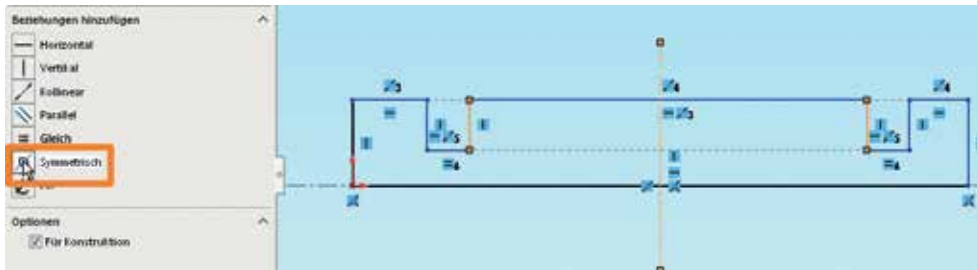

Abb. 3.8:
- Markieren Sie die Mittellinie und die beiden kurzen inneren Vertikalen der Nuten und verknüpfen Sie auch diese drei *symmetrisch* miteinander (Abb. 3.8).